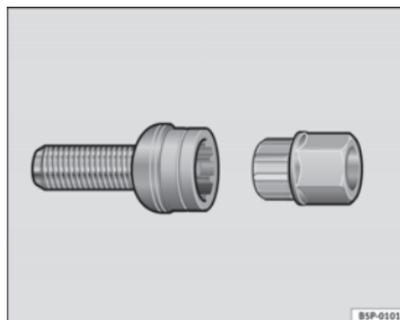

Fig. 148 Tornillo antirrobo de la rueda
- Coloque el adaptador hasta el tope en el tornillo antirrobo de la rueda ⇒ fig. 148.